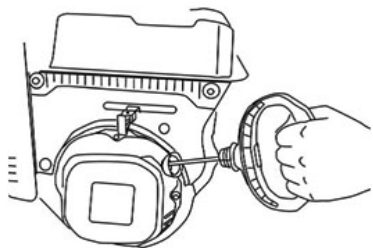

Рис.23 Рукоятка ручного стартера
1. Откройте топливный кран, переместив рычаг топливного крана в рабочее положение (ON)
- Потяните за рукоятку ручного стартера (Рис.23) до тех пор пока не почувствуете сопротивление, затем произведите резкий рывок за рукоятку.